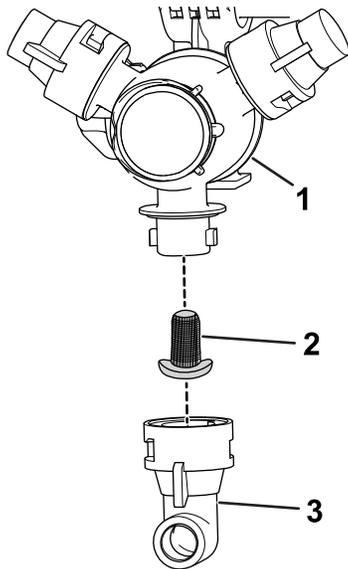

Figura 24
2. Retire o bico da cabeça de pulverização (Figura 24).
3. Retire o filtro do bico (Figura 24).
5. Instale o filtro do bico (Figura 24).
6. Instale o bico na cabeça de pulverização (Figura 24).